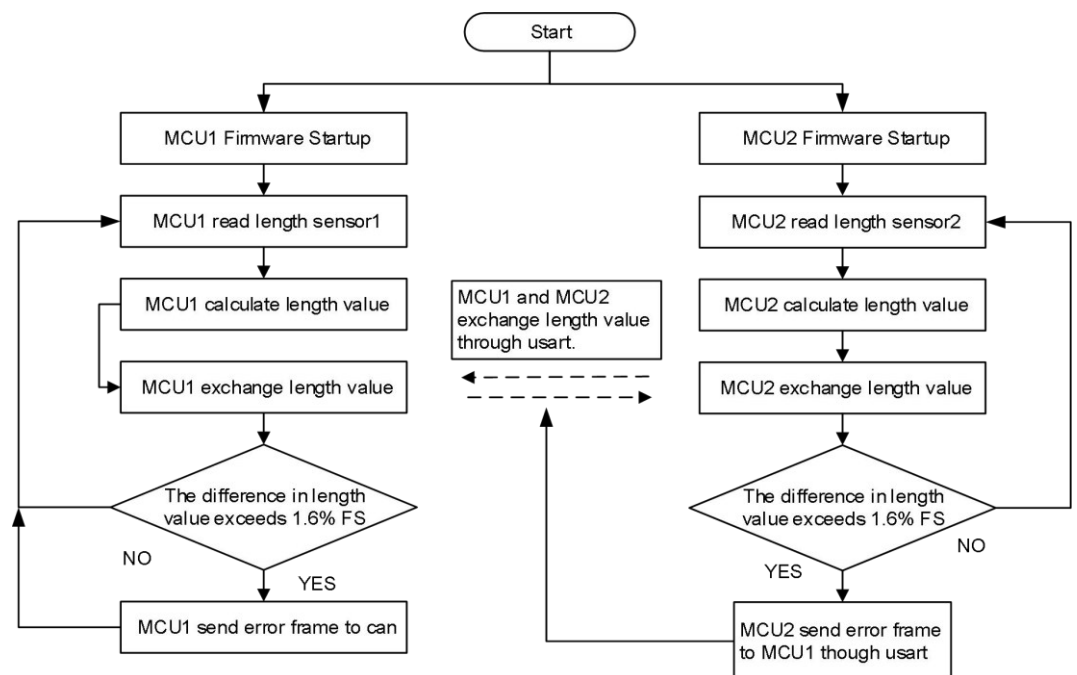
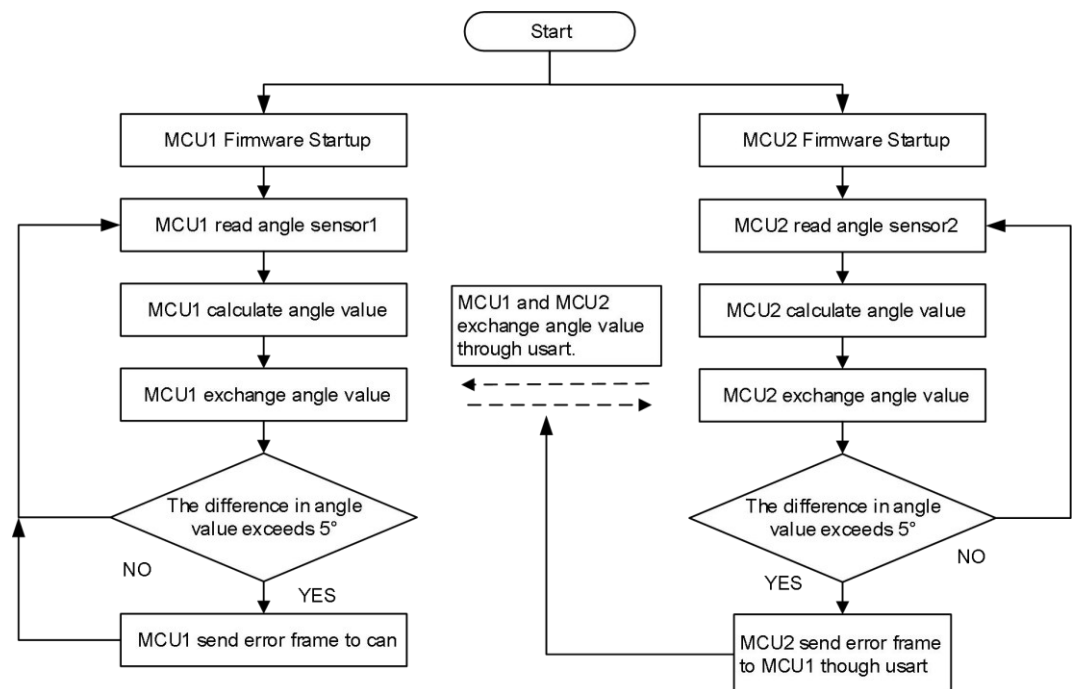

Abbildung 2 Flussdiagramm der Längenmessung
Abbildung 3 Flussdiagramm der Winkelmessung
- Der Wert von Sensor 1 passt zum Wert von Sensor 2: Berechnen Sie die Sensordifferenz und vergleichen Sie sie mit der zulässigen Sensordifferenz (siehe Flussdiagramme Abbildung 2 in 5.3 für Länge und Abbildung 3 in 5.4 für Winkel)